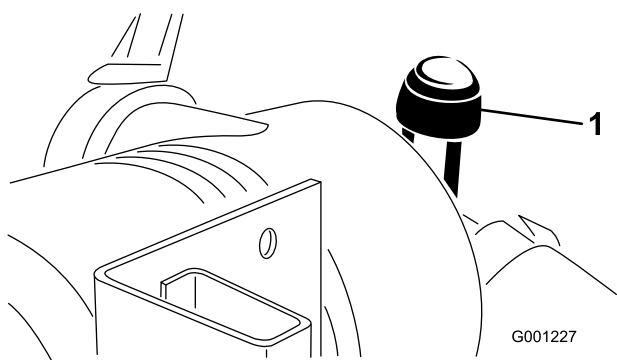

図 45
- ・ エア・クリーナの整備はインジケータ (図 45) が赤色になっていたら、または 400 運転時間ごと (非常にホコリのひどい場所で使っている場合にはよりひんばんに) 行ってください。エア・フィルタの整備のしすぎはかえってよくありません。
9. インジケータ（図 45）が赤になっている場合はリセットする。